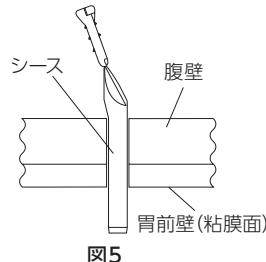

図5
- シースの有効長部すべてが体内に留置された状態とすることを推奨する。(図5)なお、必要により追加送気を実施すること。